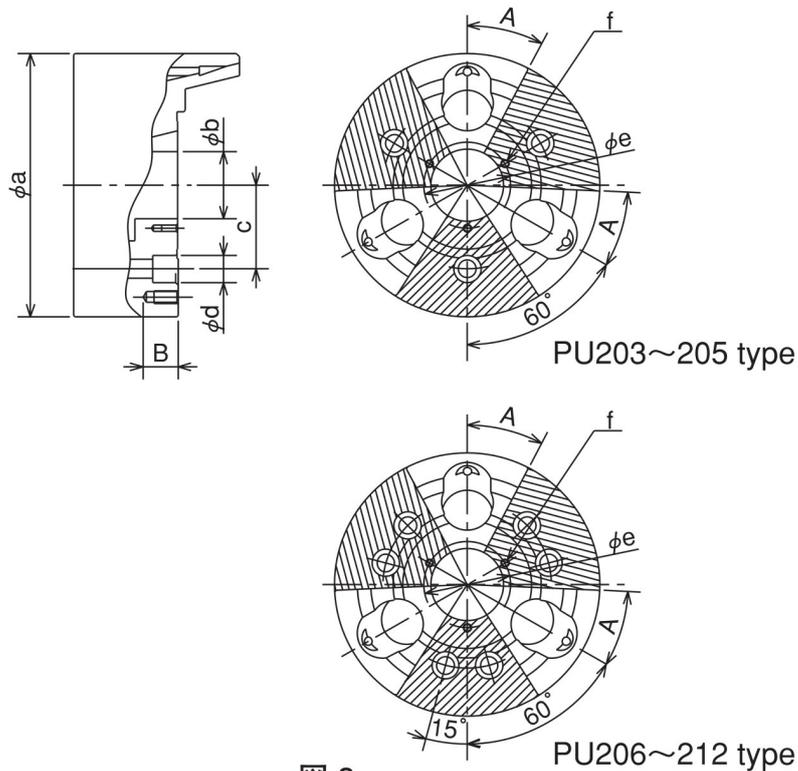

図 8
- チャックボデー表面にロケータや治具を取り付ける場合は、図8に示す追加加工範囲内にタップまたは穴明けを行ってください。